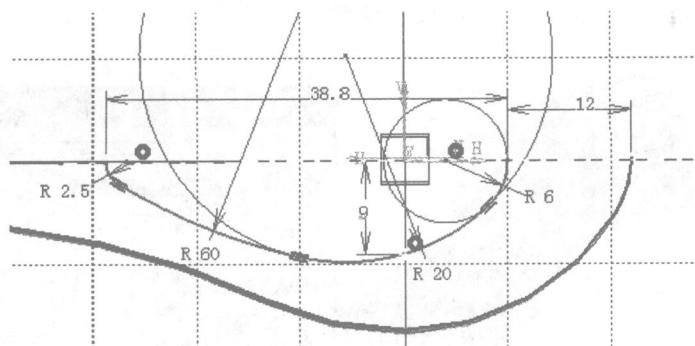

图 1-21 建立 Sketch. 3(草图 3)
⑦ 选取 Plane. 1，单击 Sketcher 按钮，可进入 Sketcher 工作台，在该草图工作台中建立草图，如图 1-21 所示。完成后单击 Exit workbench 按钮可退出“草图”工作台。